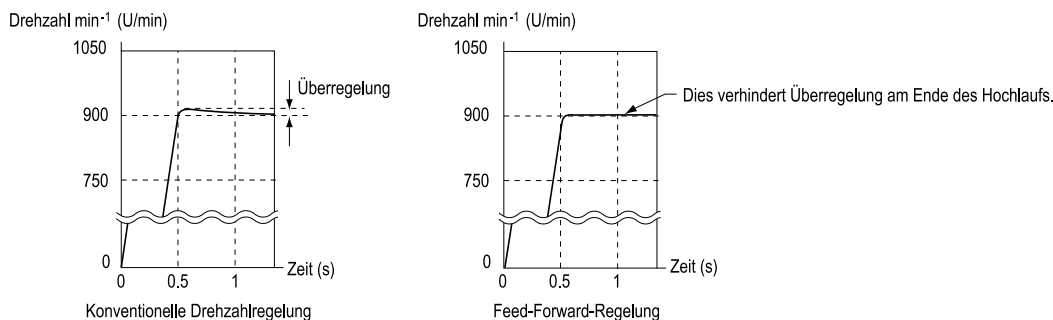
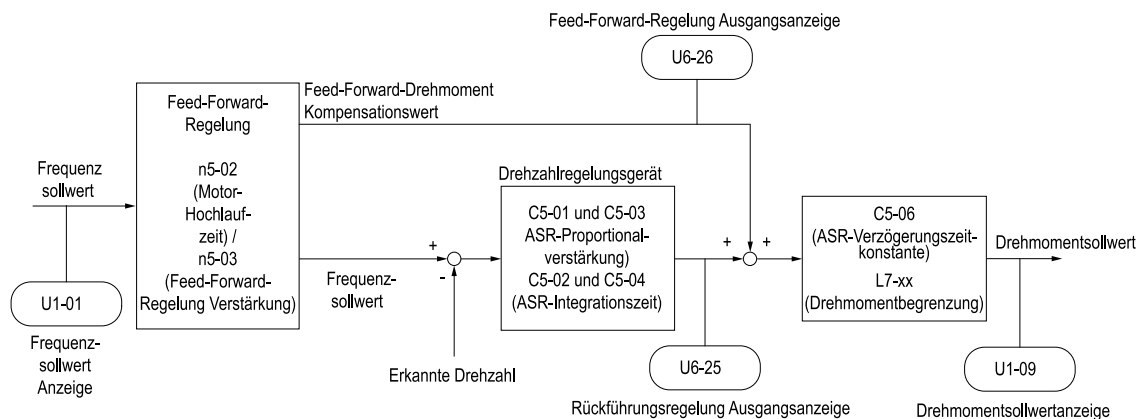

Abbildung 11.148 Überregelung mit Feed-Forward-Regelung unterdrücken
Abbildung 11.149 Konfiguration der Feed-Forward-Regelung
Erhöhen Sie die Werte von *C5-01* und *C5-03* [ASR-Proportionalverstärkung], um Feed-Forward-Regelung auf Maschinen mit geringer Starrheit anzuwenden, bei denen es zu Pendeln und Vibrationen kommen kann, oder auf Maschine mit hoher Trägheit. Wenn Sie diese Funktion bei Vektorregelung mit Rückführung verwenden, wird außerdem Überspringen verhindert. Weitere Informationen finden Sie unter Abbildung 11.148. Weitere Informationen über Parameter, die mit der Feed-Forward-Regelung verbunden sind, finden Sie in Abbildung 11.149.
- Wenn Trägheitstuning nicht möglich ist, stellen Sie die Parameter für die Feed-Forward-Regelung entsprechend Abbildung 11.149 manuell ein.